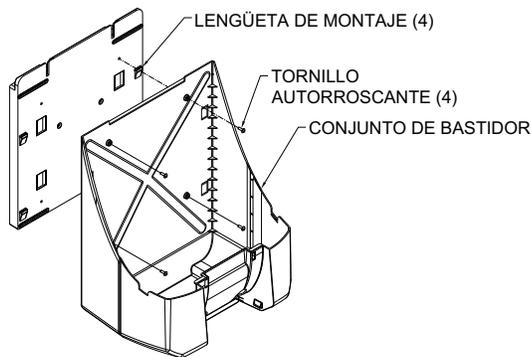

Figura 3
Paso 2. Conjunto de bastidor (figura 3)
B. Asegure el bastidor con los tornillos autorroscantes (4) provistos. Este paso es opcional.